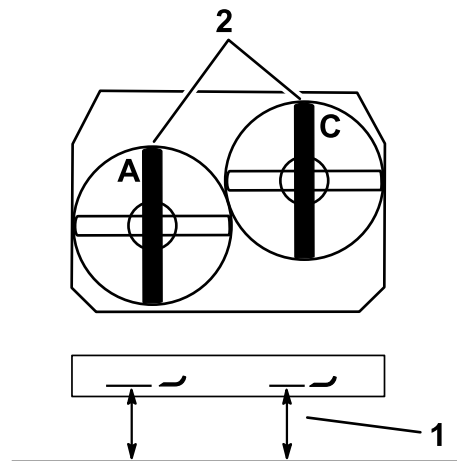

図 82
3. A位置で、平らな床面から左側のブレードの刃先までの高さを測り、測定値を記録する 図 82。
4. C位置で、平らな床面から右側のブレードの刃先までの高さを測り、測定値を記録する 図 82。
7. ヨークについている調整ボルトを使って、A位置およびC位置での高さが適正となるように調整する 図 82。
3. C位置で、平らな床面から右側のブレードの刃先までの高さを測り、測定値を記録する 図 82。